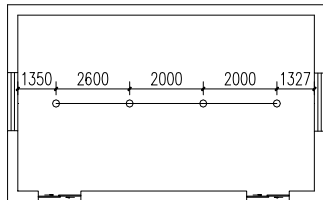

图 8-27 打开文字复值素材
**[01]** 按 Ctrl+O 组合键,打开配套光盘提供的“第 8 章/8.3.10 文字复值.dwg”素材文件,结果如图 8-27 所示。